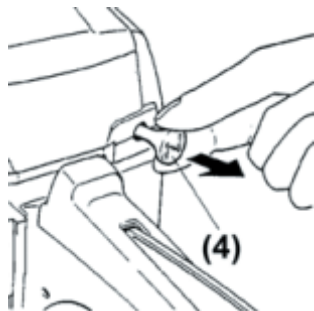

Рис. 6.3
6. Вытяните рукоятку дросселя (рис. 6.3 поз. 4). Воздушная заслонка закроется.